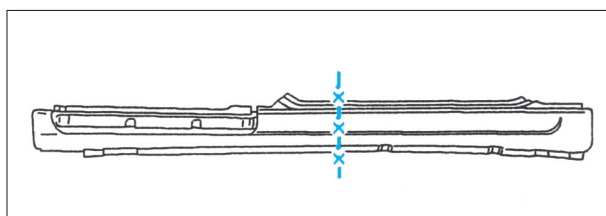

FIG. 70
- Tracer puis découper à l'aide d'une scie (Fig.70).